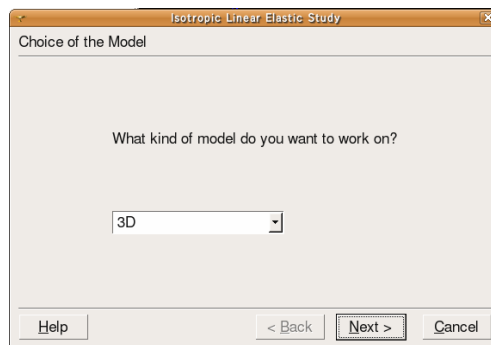

図 22 : Isotropic Linear Elastic Study 画面
- ② 解析コードを作成するため、メニューバーから「Code_Aster Wizards」→「Linear Elasticity」を選択すると、「Isotropic Linear Elastic Study」の画面 (図 22) が表示される。